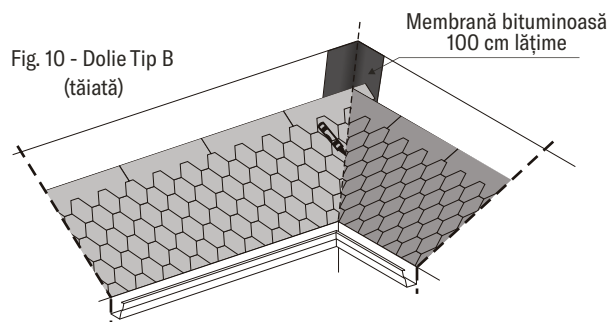

Fig. 10 - Dolie Tip B (tăiată)
- Dolie Tip B (tăiată) - plăcile montate pe o faldă vor fi petrecute dincolo de axul doliei pe cea de-a doua faldă min. 25 cm. După acoperirea integrală a primei falde, montajul plăcilor de General Shingle pe cea de-a doua faldă se va face urmărind ca acestea să depășească complet axa doliei. După instalarea completă a plăcilor de General Shingle și pe cea de-a doua faldă se va marca axa doliei utilizând o sfoară de trasaj. De-a lungul acestei linii plăcile de la suprafață vor fi tăiate și, ulterior fixate cu mastic bituminos - vezi Fig. 10;